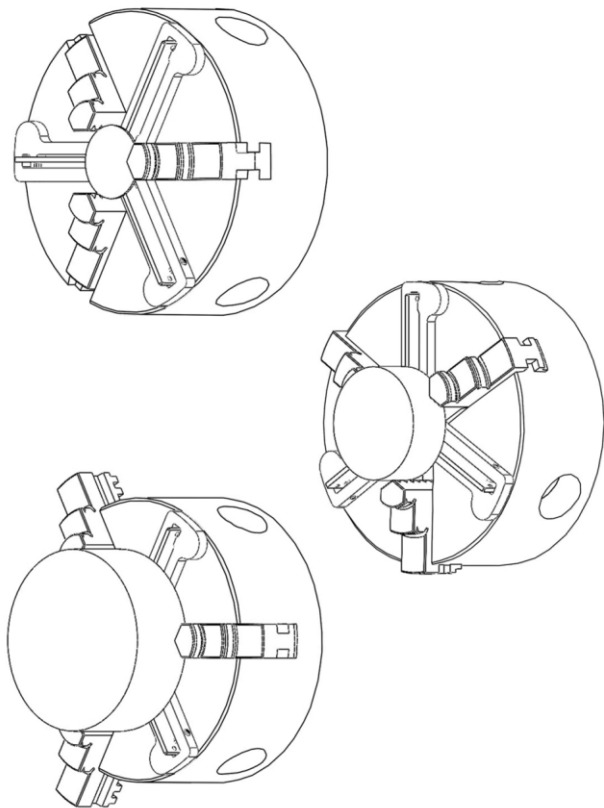

Рисунок 3 - Варианты поджатия заготовок
7.1. Собранный упор с необходимыми параллельками и ограничителем прикрепляем магнитами к базисуемой плоскости токарного патрона. При этом, ограничитель должен входить в отверстие патрона, а параллельки - быть направлены в сторону заготовки (Рис. 3).